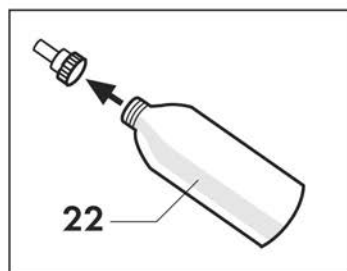

Fig. 2
Desserrer le bouchon présent sur la bouteille (22) fournie; remplir la bouteille préférablement avec de l'eau déminéralisée; fermer à nouveau la bouteille avec le bouchon fourni. **(Fig. 2)**